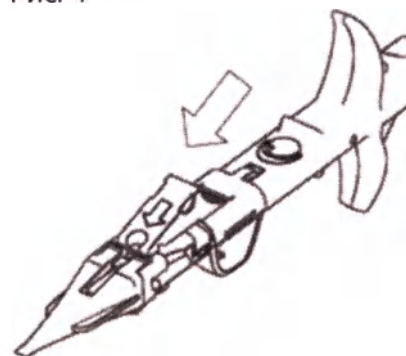

Рис. 5
7. Толкайте красный стоппер вперед, пока не прозвучит щелчок и не будет закреплена форсунка картриджа, одновременно освобождая поршень, как показано на Рис. 5. Избегайте преждевременного толкания поршня, который может свободно двигаться после выполнения этого действия.